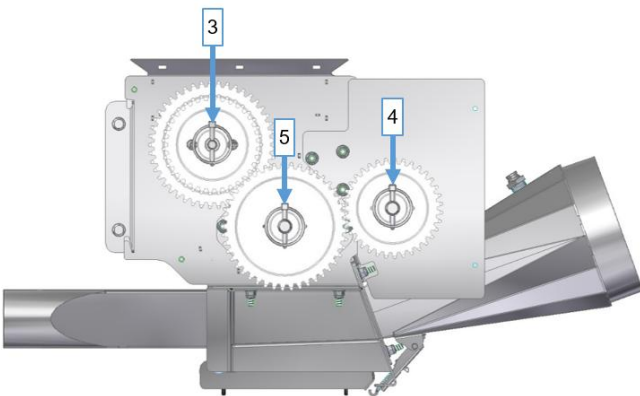
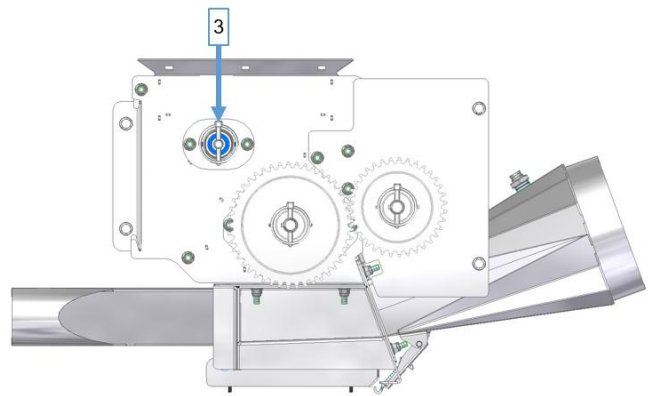

Abbildung 32
Abbildung 33
- Der Klappsplint [3] welcher das Doppelzahnrad [3] am Rührwerk verbaut ist und der Klappsplint [4] für den Säwellenantrieb wird entnommen. (siehe Abbildung 32). Anschließend können die beiden Zahnräder [3, 4] abgezogen werden. Der Klappsplint [3] von der Rührwerkswelle kann wieder montiert werden und das Doppelzahnrad [3] muss ausgebaut bleiben. (siehe Abbildung 33).